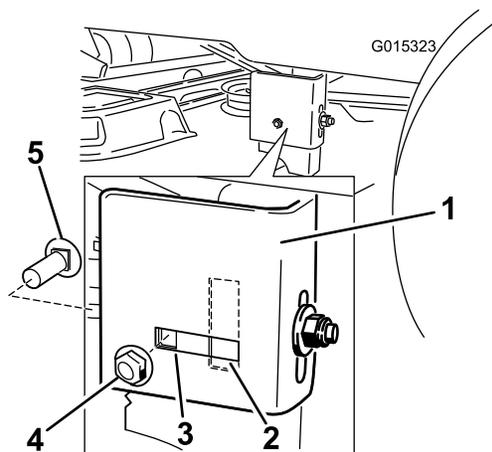

Figure 50
8. Vérifiez si le boulon de carrosserie latéral se trouve dans l'emplacement fixe ou allongé (Figure 50).
9. Si le boulon de carrosserie latéral est à la position fixe, retirez-le ainsi que l'écrou de blocage latéral de cette position et placez les dans l'emplacement de réglage allongé (Figure 50).
10. Desserrez l'écrou de blocage arrière sur le support (Figure 50).